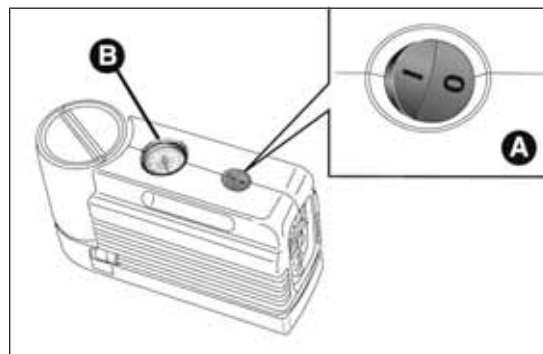
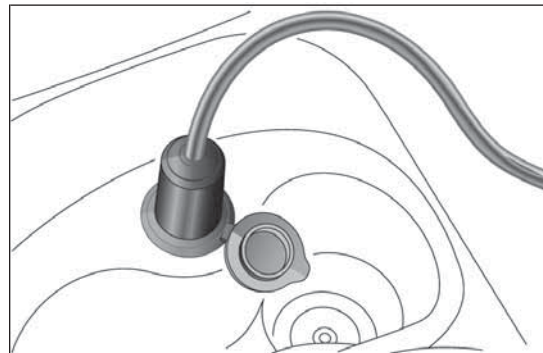

fig. 167
fig. 168
- ❑ asegurarse de que el interruptor A fig. 167 del compresor esté colocado en posición 0 (apagado), arrancar el motor, colocar el enchufe en la toma de corriente situada en el túnel central o en el maletero (para versiones/países donde esté previsto) fig. 168 y accionar el compresor desplazando el interruptor A a la posición I (encendido). Inflar el neumático de acuerdo con la presión indicada en el apartado "Presión de inflado" en el capítulo "Datos técnicos". Para obtener una lectura más precisa, se recomienda controlar el valor de la presión en el manómetro B con el compresor apagado;